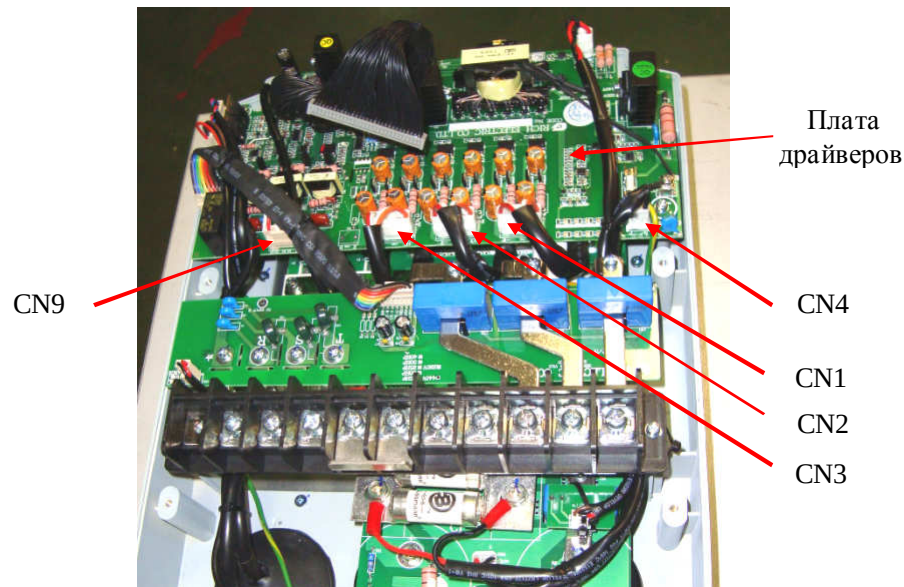

Рис.4.4
4.7.1. Расположение разъемов управления диодно-тиристорными полумостами (CN9) и модулями IGBT (CN1...CN3) приведено на рис. 4.4.
4.9.1. При диагностике платы драйверов проводится проверка только каналов управления модулей IGBT (пп. 4.9.6...4.9.10). Расположение разъемов управления модулями IGBT (CN1... CN3) приведено на рис. 4.4.